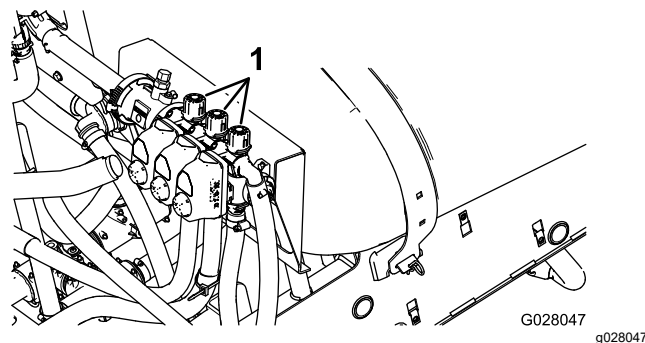

Bild 70
2. Stellen Sie den linken Abschnittsschalter aus und das Auslegersicherheitsventil (**Bild 70**) ein, bis der Druck am vorher angepassten Niveau (normalerweise 2,76 bar) liegt.
4. Stellen Sie das rechte Abschnittssicherheitsventil (**Bild 70**) ein, bis der Druck am vorher angepassten Niveau (normalerweise 2,76 bar) liegt.
6. Stellen Sie das mittlere Abschnittssicherheitsventil (**Bild 70**) ein, bis der Druck am vorher angepassten Niveau (normalerweise 2,76 bar) liegt.